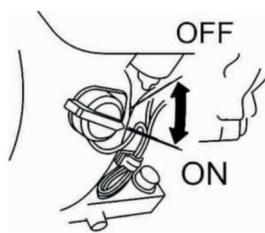

Рис. 4
- Установите переключатель зажигания в положение "On" ("Включено"). (Рис. 4)
- Установите переключатель зажигания в положение "Off" ("Выключено"). (Рис. 4)